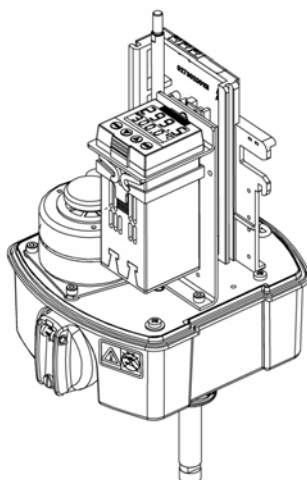

Рис. 20: Установка dTRON 316 ARI-PREMIO 2,2 - 5 кН
- Смонтируйте dTRON 316 с помощью крепежного комплекта на плате редуктора (Рис. 20).